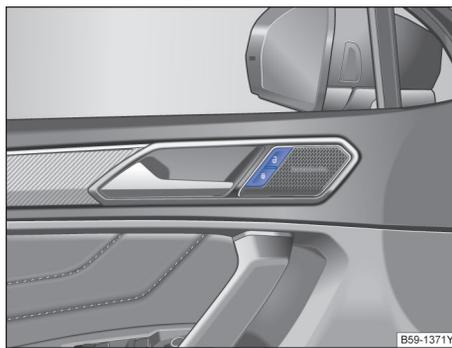

图 51 驾驶员侧车门内：中央门锁按钮
行驶车速超过 15km/h 时汽车自动闭锁→第 32 页。闭锁汽车后中央门锁按钮里的指示灯  以黄色点亮→图 51。
如短时间内反复按压汽车钥匙上的按钮→图 50 或中央门锁某个按钮→图 51，则中央门锁系统将暂时关闭，防止系统过载。然后汽车处于解锁状态约 30 秒钟。在此期间，若未打开车门或行李厢盖，随后汽车将自动闭锁。
按压按钮→图 51：
- 按压  按钮→图 51